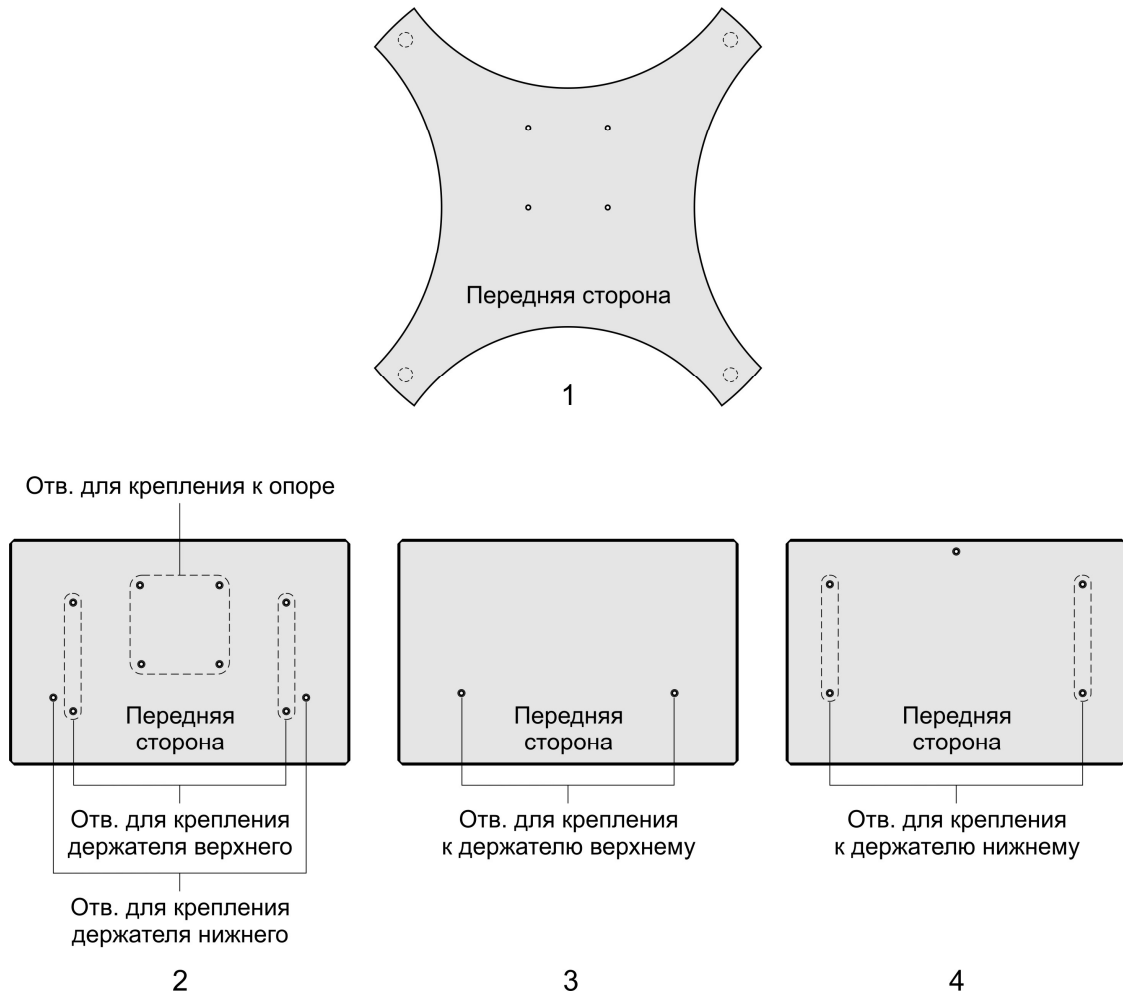

Рис. 2. Детали стойки. Ориентация сторон и крепежные отверстия.
5.2. Подготовить к сборке детали стойки. При сборке стойки необходимо соблюдать ориентацию передних сторон крестовины и полок (рис. 2).
5.3.4. Прикрутить винтами В4П (М4х8 с потайной головкой) держатели полок. Держатели полок крепятся к нижней стороне средней полки к соответствующим отверстиям (Рис. 2, 3).